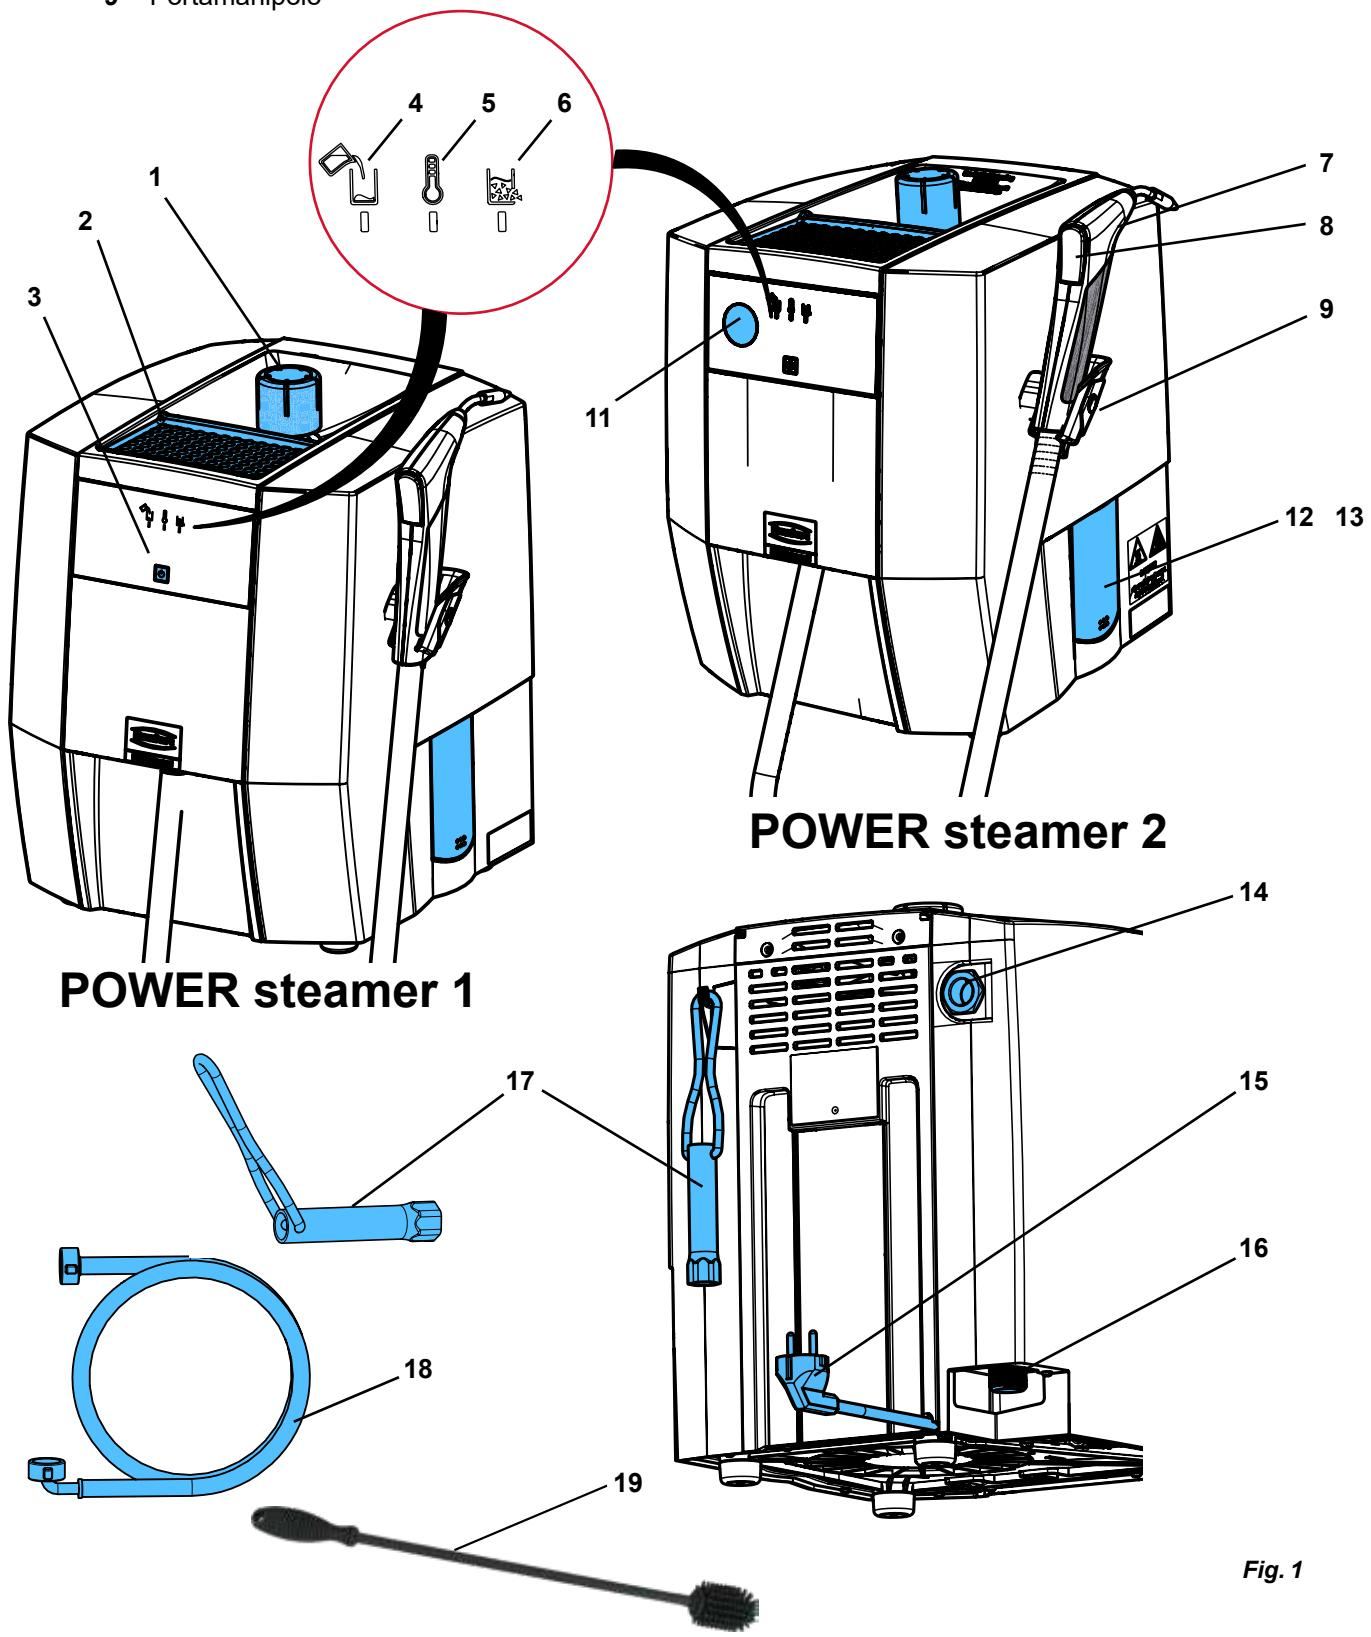

Fig. 1
- Posizionare l'apparecchio in modo che non vi sia pericolo in caso di fuoriuscita di vapore dall'apertura di scarico (14, Fig. 1) della valvola di sovrappressione.
I modelli in gesso o i modelli di rivestimento possono essere appoggiati sul ripiano modelli (2, Fig. 1) per l'asciugatura.
- ⇒ Avvitare il tappo del serbatoio (1, Fig. 1).
Posizionare l'apparecchio in modo che non vi siano pericoli in caso di fuoriuscita di vapore dallo scarico della valvola di sovrappressione (14, Fig. 1) (ad es. non posizionare l'apparecchio davanti a una presa di corrente).
L'apertura di scarico della valvola di sovrappressione (14, Fig. 1) non deve essere otturata o bloccata in alcun modo.
Pericolo dovuto a vapore pressurizzato! Prima di aprire la chiusura di ispezione, assicurarsi che il serbatoio a pressione sia stato depressurizzato. A tal fine, aprire e rimuovere il tappo del serbatoio (1, Fig. 1).
⇒ Posizionare l'apparecchio in modo da scaricare l'acqua dall'apertura di ispezione (12/13, Fig. 1) in un lavabo.